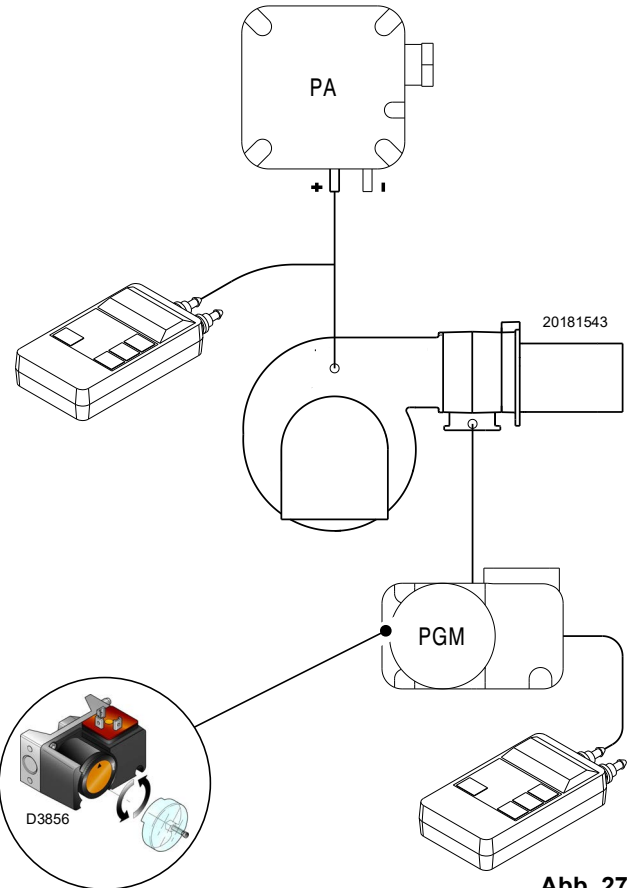

Abb. 27
- Stellen Sie den Maximal-Gasdruckwächter (Abb. 27 auf Seite 26) auf den Skalenendwert ein.
Die Einstellung des Maximal-Gasdruckwächters ausführen (Abb. 27), nachdem alle anderen Einstellungen des Brenners bei auf das Skalenende eingestellten Maximal-Gasdruckwächter vorgenommen wurden.